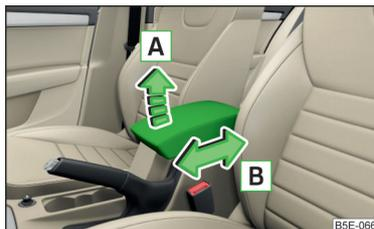

Abb. 68
- › Zur **Höheneinstellung** die Armlehne in Pfeilrichtung **A** in eine der Raststellungen anheben » **Abb. 68**.